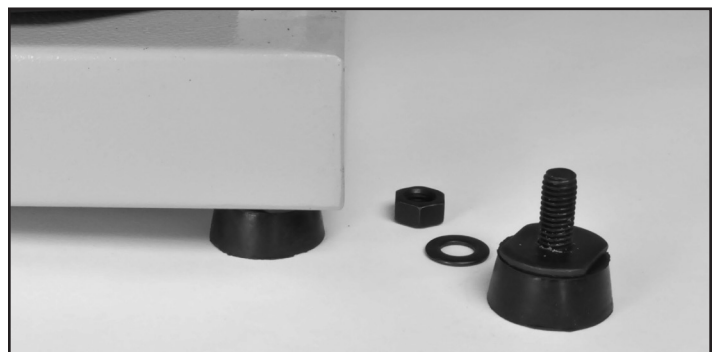

FIG. 1
2. Insérer la partie filetée de la patte en caoutchouc au travers de la base de la machine et mettez une rondelle, suivie d'un écrou pour bien fixer la patte en place. (Pièces # A52 - 49). Figure 1.